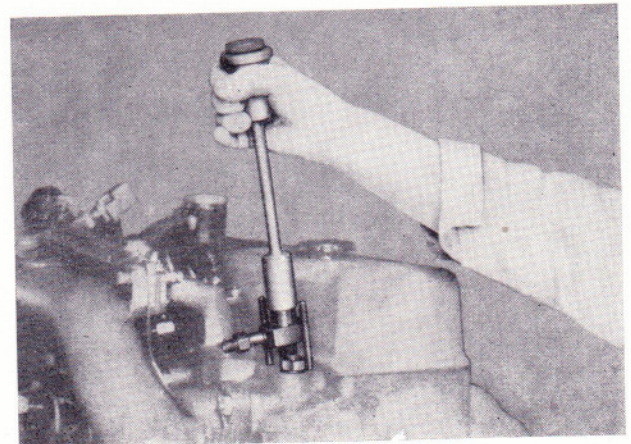

Bild 41
- Schlagstück nach oben schlagen, bis sich das Einspritzventil lockert (Bild 41).